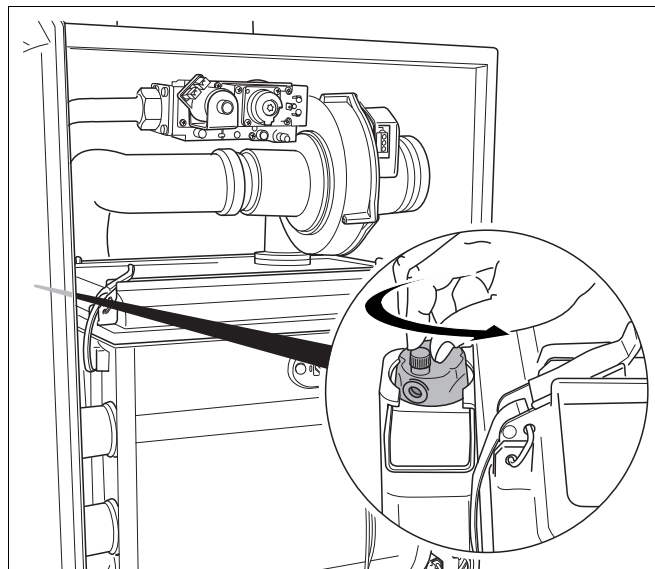

Bild 63 Öppna den automatiska avluftaren
Värmepannan är utrustad med en automatisk avluftare (bild 63) som används för att avlufta värmepannan.
- Lossa skyddskåpan vid den automatiska avluftaren (bild 63) ett varv.